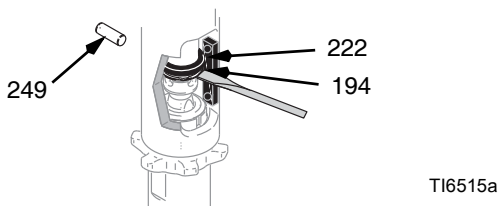
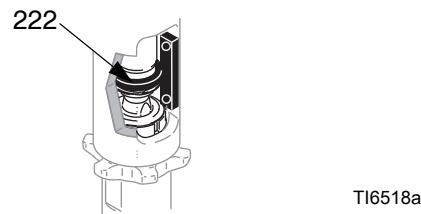

FIG. 12
FIG. 15
4. FIG. 12. Nyomja a mágnesgyűrűt (222), majd a rugót (194) felfelé. Nyomja ki a pöcköt (249).
2. FIG. 15. Lassan húzza meg az indítózsínort, amíg a pumpa rúd csaplyuka egybe nem esik a hidraulikus rúdon lévő lyukkal. FIG. 12. Tolja a csapot a (249) lyukba. Nyomja le a mágneses gyűrűt (222). Nyomja a visszatartó rugót (194) a vágatba.